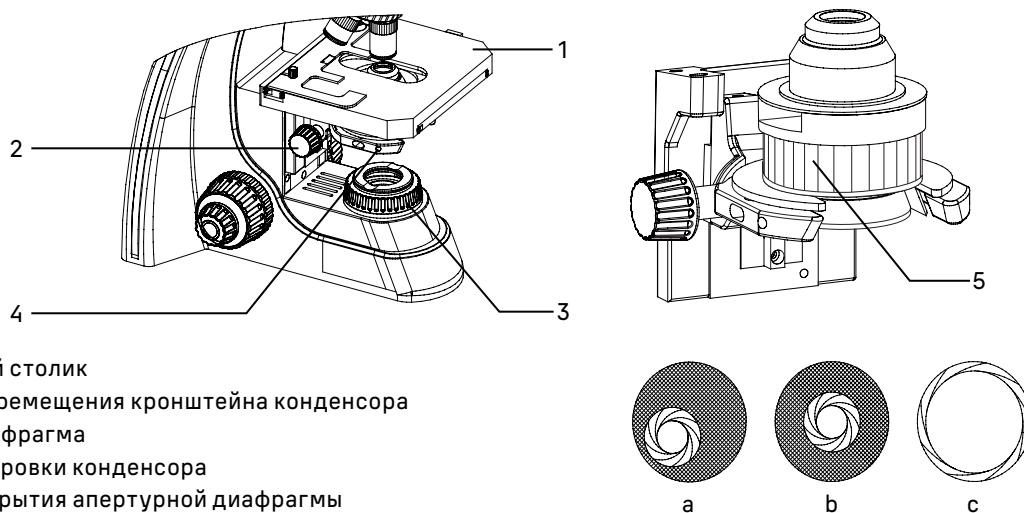

Рис. 9. Центрировка конденсора
- Наблюдая в окуляры, прикройте полевую и апертурную диафрагму, так чтобы была освещена только центральная часть поля зрения – рис. 9-а.
- Приведите изображение в центр поля зрения окуляра с помощью центрировочных винтов конденсора 4 – рис. 9-б.
- Раскройте полевую диафрагму немного больше, чем размер поля зрения – рис. 9-с. Может потребоваться дополнительная центрировка.